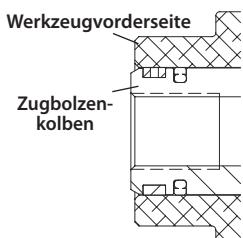

Abbildung 2 – Stanzkopf niedriger Ölstand
- Öl tritt aus. Wenn der Zugbolzenkolben über die Werkzeugvorderseite hinausragt (Abbildung 2), ist der Ölstand zu niedrig. Lassen Sie den Stanzkopf warten – versuchen Sie nicht, Öl nachzufüllen.